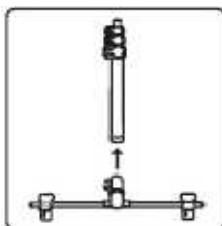

fig.3
1. Introduzca la varilla en el orificio del tensor para pantalones. (fig.3)